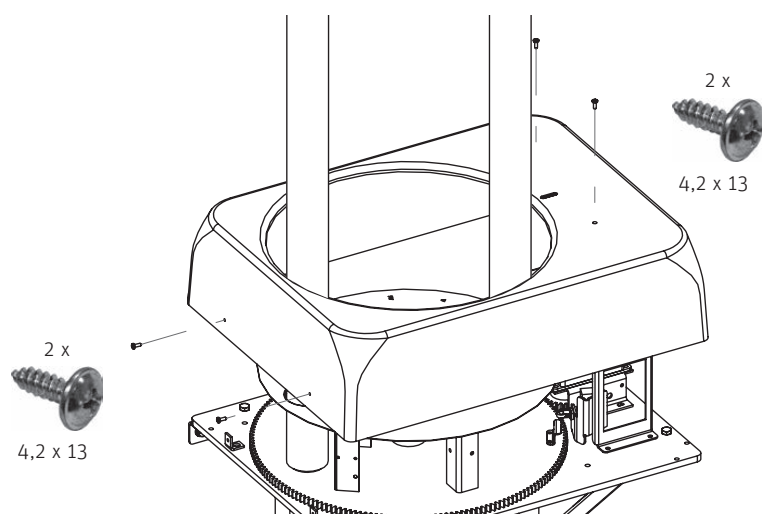

Fig. 54 Montage du capot de recouvrement
► Fixer le recouvrement avec 4 vis à tôle 4,2 x 13 – Fig. 54.